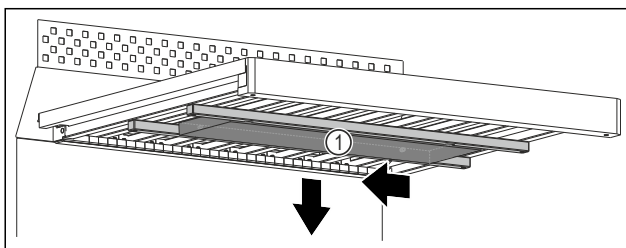

Fig. 160
- Nádržku na vodu Fig. 160 (1) posuňte doleva.
- Nádržku na vodu Fig. 160 (1) sejměte dolů.